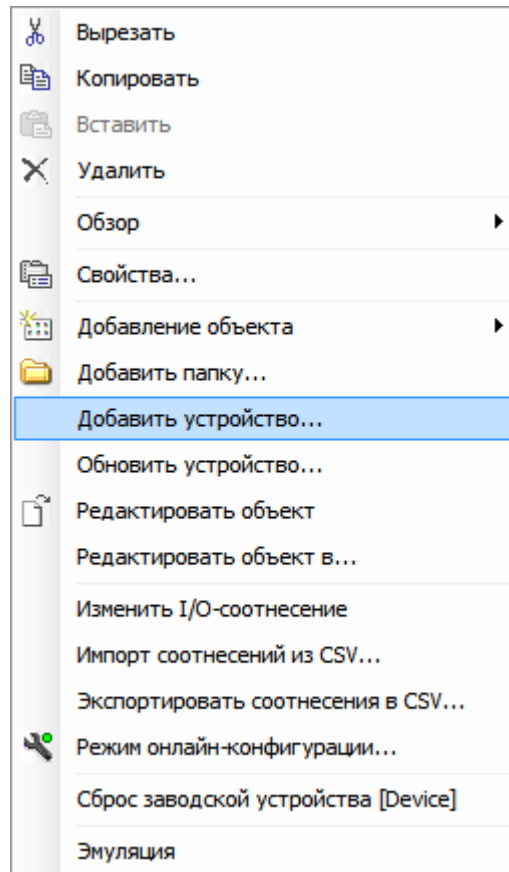

Рисунок 5.5 – Вид контекстного меню элементов дерева устройств
1. Выделить устройство **Device (ELSYMA)** в дереве устройств и выбрать команду «**Добавить устройство...**» контекстного меню (рисунок 5.5).